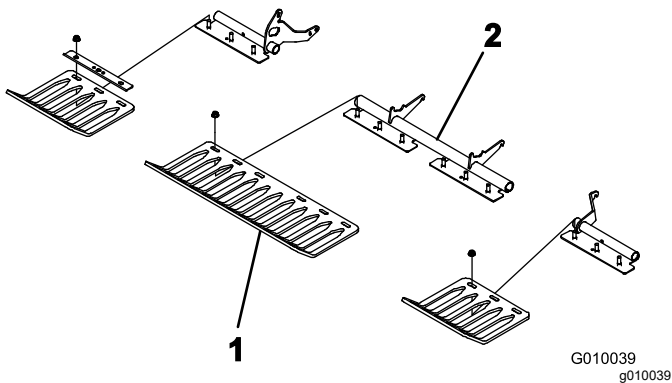

Figure 23
- Fixez légèrement les protège-gazon sur leurs supports au moyen de 4 barrettes de fixation et 12 écrous à embase (Figure 23). Ne serrez pas les fixations.
Remarque: À la livraison, les barrettes de fixation des protège-gazon et les écrous à embase sont fixés aux supports des protège-gazon (Figure 23).